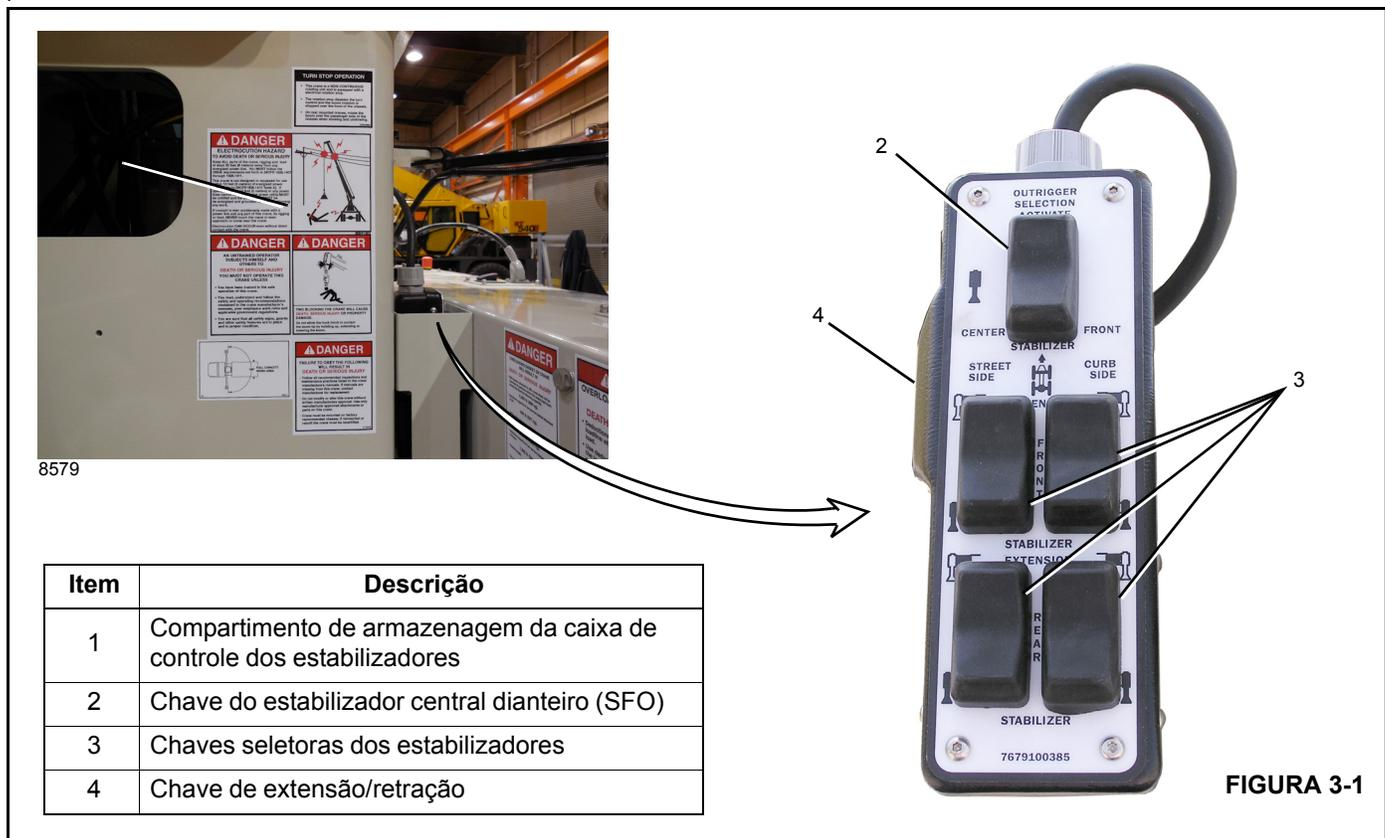

FIGURA 3-1
A Caixa de controle portátil dos estabilizadores (13) está guardada em um compartimento na parte dianteira da estação do console de controle (Figura 3-1) e é usada para controlar os estabilizadores.